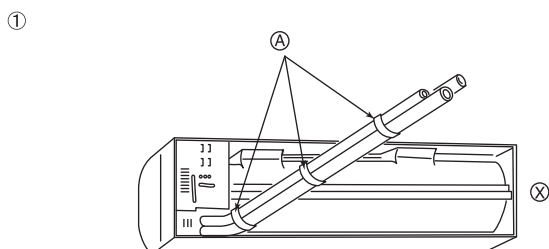
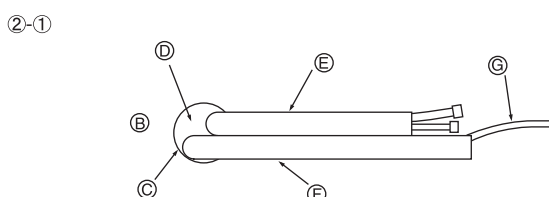

Fig. 3-4
Fig. 3-5
① Hintere, rechte und untere Rohrleitungeng (Fig. 3-4)
② Rohrleitungen links und links hinten
- ②-① Bei der Rohrleitung links hinten die Rohre aus dem Loch herausziehen, um ihre richtige Länge festzulegen. Binden Sie sie dann zusammen. Die Innenanlage sollte an der Wandbefestigung hängen. (Fig. 3-5)